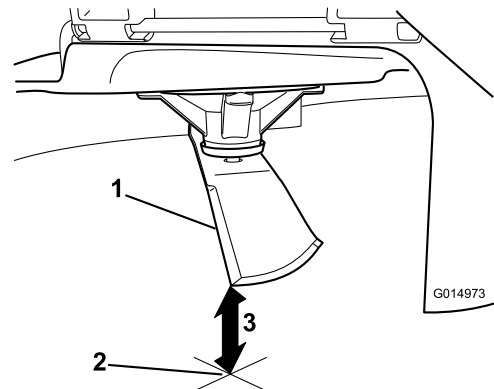

Figure 82
5. Mesurez la distance entre la pointe de la lame et la surface plane (Figure 82).